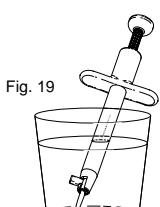

Fig. 19
- O injetor totalmente montado é colocado com a ponta para baixo em um recipiente de BSS para manter a hidratação da lente. (Fig. 19)